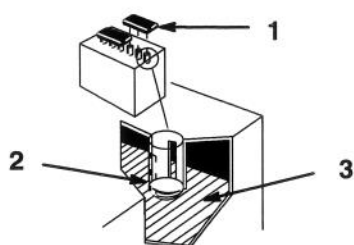

Figure 39
2. Retirer les bouchons pour voir l'intérieur des éléments. L'électrolyte doit arriver au bas des tubes (Fig. 39). Ne pas laisser le niveau de l'électrolyte descendre en-dessous du sommet des plaques (Fig. 39).
2. Retirer les bouchons de remplissage (Fig. 39).
3. Verser lentement de l'eau distillée dans chaque élément de la batterie jusqu'à ce que le niveau arrive au bas du tube (Fig. 39).